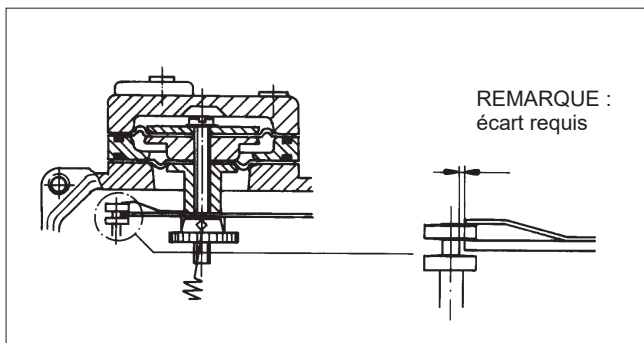

Fig. 15. Remplacement des membranes
Le Tableau 4 indique le décalage sur la circonférence de la came correspondant à l'angle mort de la vanne (Fig. 15) sur différents secteurs de came (C, E, D).
1. Marquer le décalage en question sur le bord de la came (voir Fig. 15 et Tableau 4). Si l'angle mort peut se constater de façon probante à partir de la position de l'obturateur, cette mesure n'est pas nécessaire.
2. Positionner la came de façon à ce que le galet touche le bord de la came devant le repère souhaité. Serrer la molette de blocage (30) et la vis (31).
3. Activer la pression d'alimentation pneumatique (S) et le signal d'entrée (+/-). Veiller à respecter la polarité.